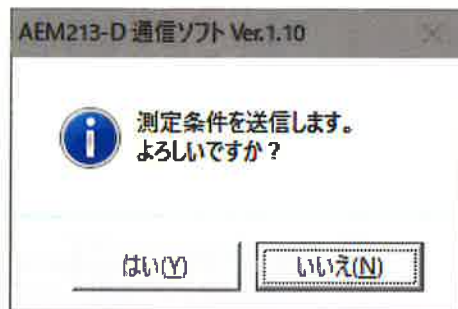

図 3.21 確認のダイアログ
- (b) 確認のダイアログが表示されますので、送信してもよければ**はい**をクリックしてください。**いいえ**をクリックすると処理を中止します。(図 3.21)